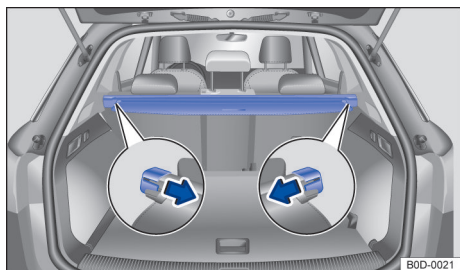

图 117 行李箱内：已收卷的行李箱遮物帘
按压遮物帘两侧支架，从行李箱饰板上的固定槽中取下遮物帘 → 图 117。
- 将行李箱遮物帘两侧支架按入行李箱饰板上的固定槽中 → 图 117。